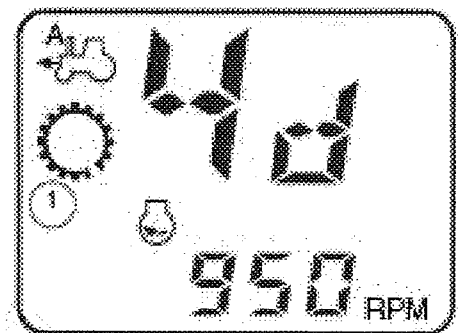

Fig. 3
6. Le symbole (1, Fig. 3) s'affiche pendant approximativement 2 secondes et le buzzer sonne, indiquant la fin de la première étape de calibration. Relâcher le contacteur de différentiel.
9. Le symbole (1, Fig. 3) s'affiche pendant approximativement 2 secondes et le buzzer sonne, indiquant la fin de la seconde étape de calibration. Relâcher le contacteur de différentiel.